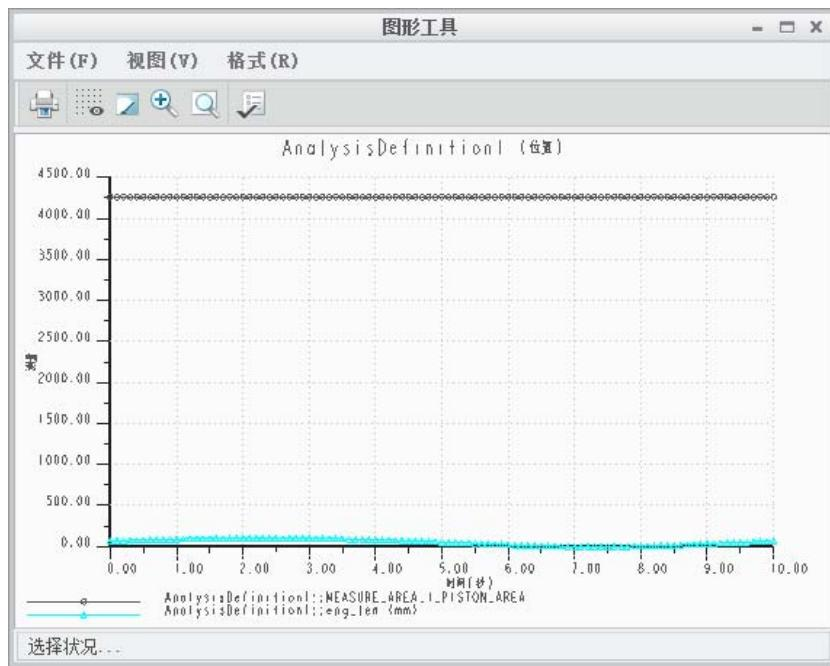

图 8.2.13 “图形工具”对话框
(5) 绘制测量图形。在“测量结果”对话框的顶部单击**开始测量**按钮，系统便开始测量，并绘制测量的结果图，如图 8.2.13 所示。该图反映在分析**AnalysisDefinition1** 中，所有测量项与时间的关系。
(6) 关闭“图形工具”对话框。